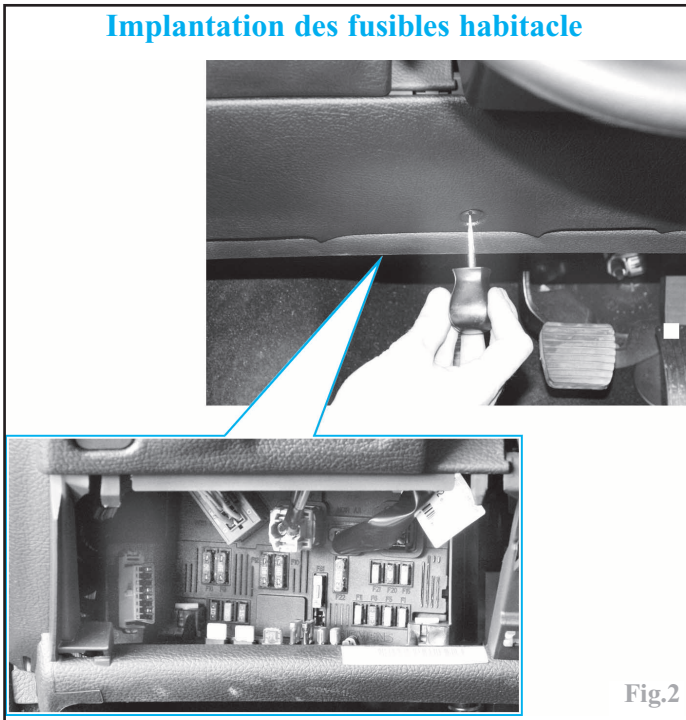

Fig.2
-dans l'habitacle, en bas à gauche du volant, sur le calculateur d'habitacle (**BSI**) (Fig.2).
## Affectation des fusibles habitacle (Fig.2)